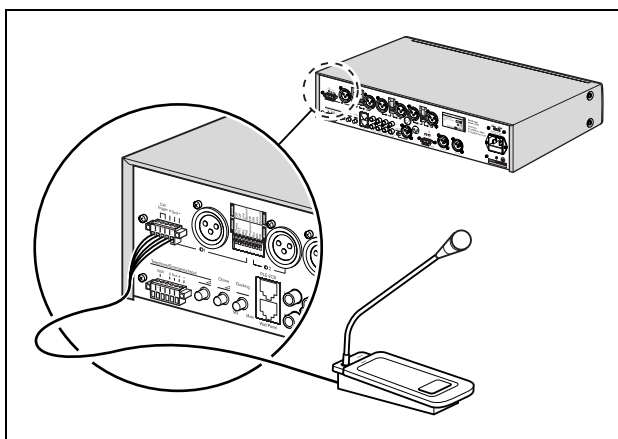

рисунок 4.4: Клеммный разъем с триггером.
- Клеммный разъем с триггером. см. рисунок 4.4.